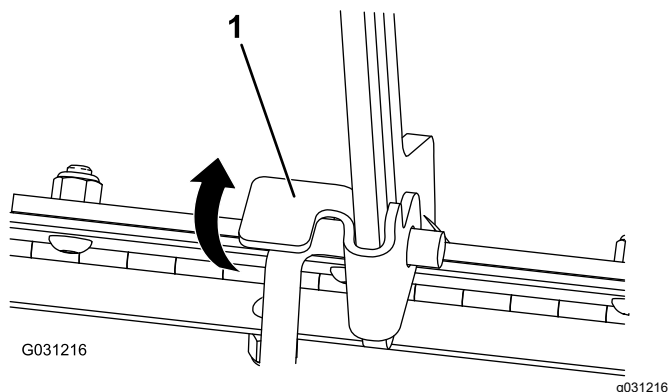

Figure 33
1. Tirez la patte de fixation de la béquille (Figure 33)